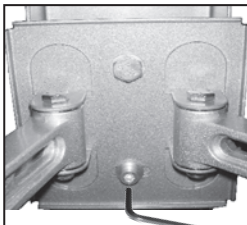

Fig. 8 – Utilice la Llave Allen para aflojar el tornillo de ajuste horizontal y nivelar la pantalla.
- Si la pantalla no está nivelada, primero afloje el tornillo de ajuste horizontal ubicado detrás del montaje (vea la Fig. 8) utilizando la Llave Allen incluida en el juego de herraje. Con cuidado, nivele la pantalla y vuelva a apretar el tornillo de ajuste.